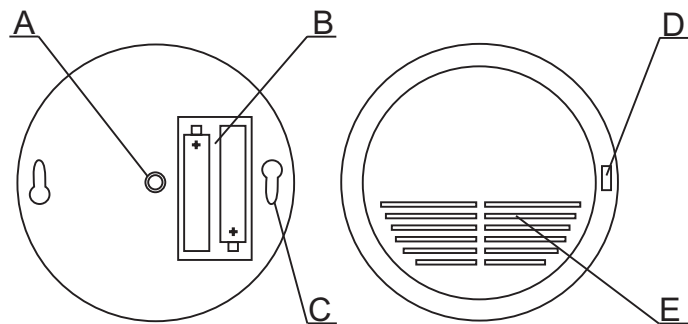

Рисунок 1. Расположение основных элементов датчика «TDR-100».
3. Установите две батареи типоразмера AAA в отсек В (рис.1) датчика соблюдая полярность.
4. Установите датчик в основание по направляющим С (рис.1) и повернув его по часовой стрелке сочлените его с основанием (время восстановления тампера 24 секунды).
5. Проверьте формирование тревоги датчиком введя в контрольное отверстие Е (рис.1) в крышке датчика пробник (пластмассовый или металлический стержень Ø0,8мм, длиной 4-5 см). Через 8 секунд на датчике загорится светодиод, отображая переход в режим тревоги.
6. Нажмите кнопку D (рис.1) для сброса состояния тревоги, светодиод на датчике погаснет.
Защита от изъятия датчика из основания (тампер) А (рис.1). По факту изъятия датчик отправит тревожное извещение (время восстановления тампера 24 секунды).